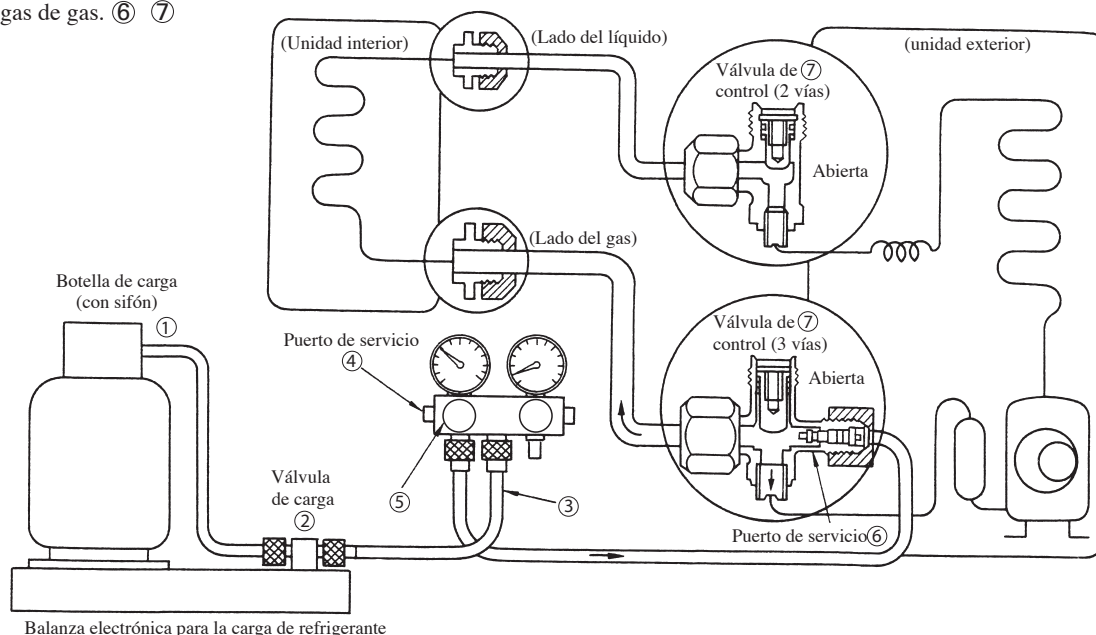

Fig. 7 Configuración de la carga de refrigerante adicional
- (2) Carga de refrigerante adicional necesaria para tubería de refrigerante más larga de lo normal (Los pasos siguientes deben seguirse tras el paso e) del apartado (1) anterior. Véase la Fig. 7)